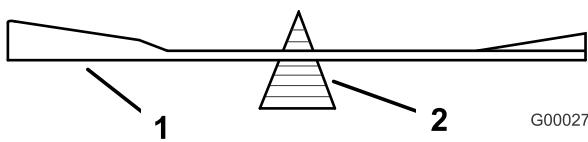
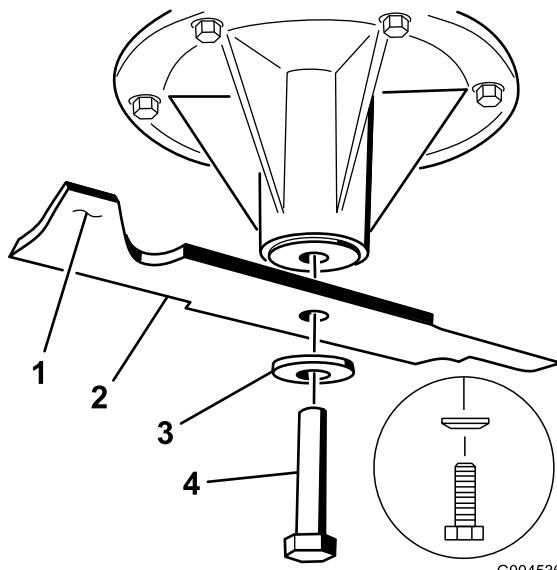

Figura 102
Figura 103
- Instale la cuchilla en el eje (Figura 103).
- Instale la arandela de muelle y el perno de la cuchilla. El cono de la arandela de muelle debe estar orientado hacia la cabeza del perno (Figura 103). Apriete el perno de la cuchilla a 115-150 Nm (85 –110 pies-libra).
- Verifique el equilibrio de la cuchilla colocándola sobre un equilibrador de cuchillas (Figura 102). Si la cuchilla se mantiene horizontal, está equilibrada y puede utilizarse. Si la cuchilla no está equilibrada, rebaje algo el metal en la parte de la vela solamente (Figura 103). Repita este procedimiento hasta que la cuchilla esté equilibrada.